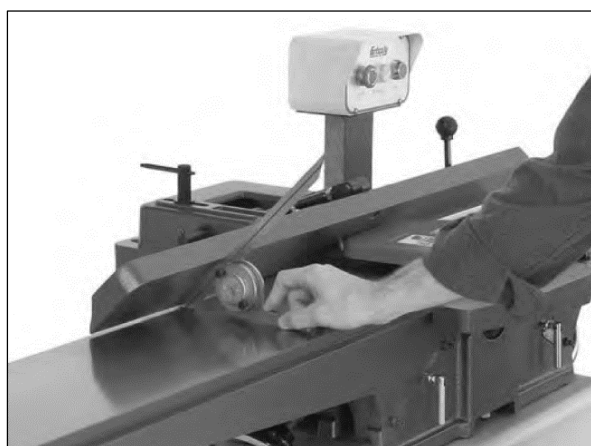

Рисунок 49.
- При помощи малки установите параллельный упор под углом 45 градусов (рис. 49).